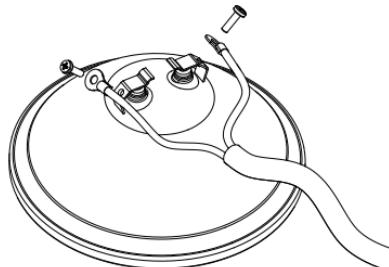

Fig. 4
- Desaperte os dois parafusos destinados à ligação elétrica da lâmpada incandescente PAR 56 (Fig. 4).